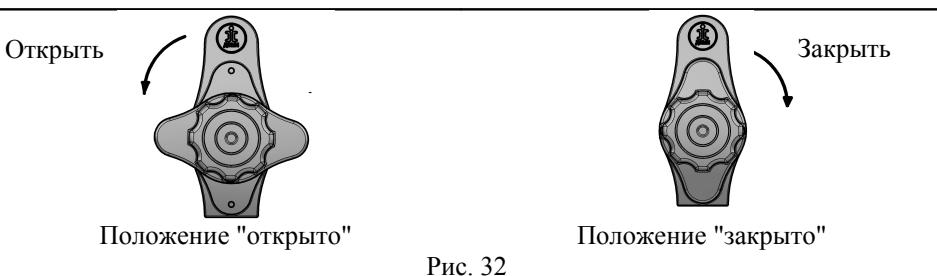

Рис. 32
- 6.4.1. Повернуть корпус фиксатора на замке стойки против часовой стрелки в положение "открыто" (см. рис. 32), приподнять основание стола вверх (см. рис. 32а, 33), вытащить замок стойки, поднять (опустить) основание стола до нужной высоты, совместив пазы в кожухе и стойке, вставить замок стойки в совмещенные пазы стойки с кожухом, опустить основание стола до упора, повернуть корпус фиксатора по часовой стрелке в положение "закрыто" (см. рис. 32). Регулировку стола следует производить одновременно с двух сторон.
Рис. 32а